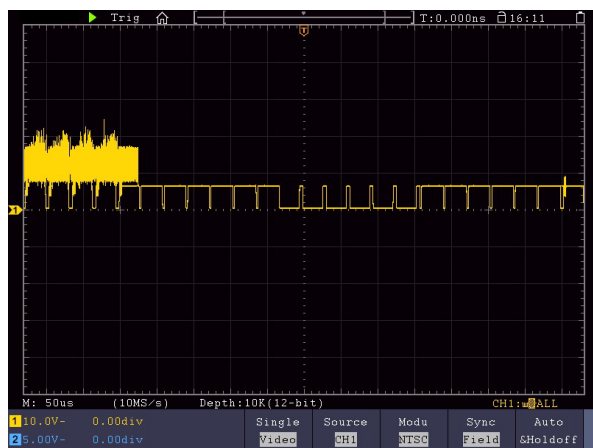

Рисунок 9-7 Осциллограмма, полученная с помощью триггера по видеополю
7. Поверните ручки Вертикальная шкала, Вертикальное положение и Горизонтальная шкала, чтобы получить правильное отображение формы сигнала (см. рисунок 9-7).